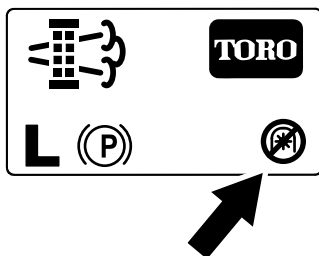

Рисунок 57
**Примечание:** На главном экране отобразится значок «Механизм отбора мощности выключен» (Рисунок 57).
**Примечание:** На главном экране отобразится значок «Механизм отбора мощности выключен»; см. Рисунок 57 в разделе Сообщения о стационарной регенерации \(страница 52\).